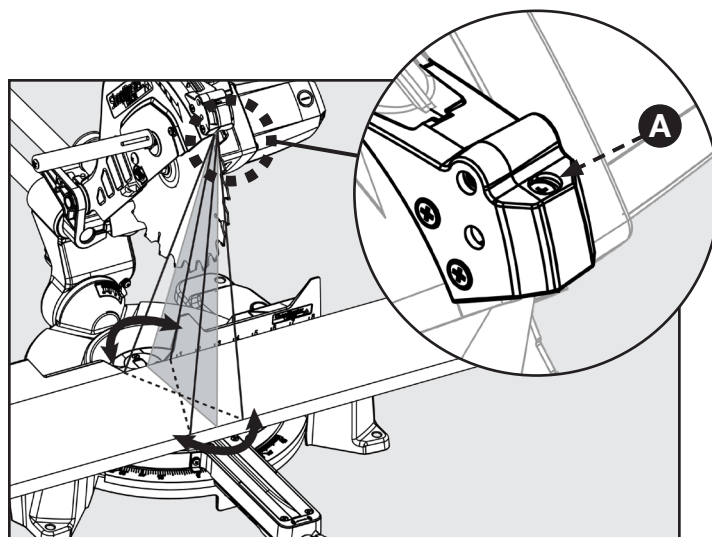

FIGURE 25
Consultez la figure 25 et suivez les instructions suivantes si vous remarquez que la ligne du laser n'est pas parfaitement parallèle avec la lame de la scie : tournez la vis (A) avec un tournevis à tête cruciforme pour que la ligne du laser soit parallèle avec la lame de la scie.